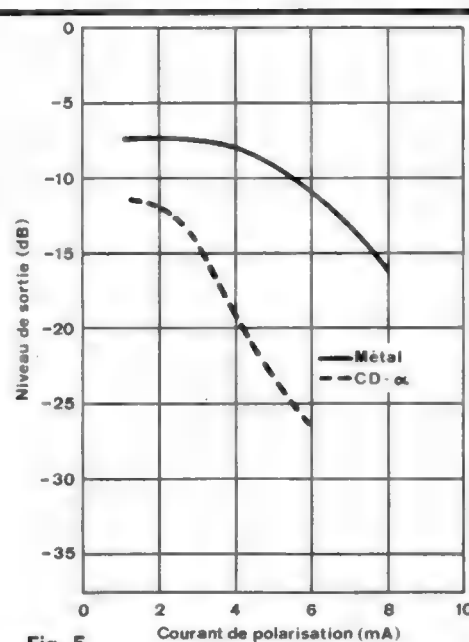

Fig. 5
■ **Niveau de sortie maximal à 10 kHz (fig. 5).** Le niveau de sortie maximal à 10 kHz de la bande métal est singulièrement amélioré par rapport à la CD-α, ceci grâce aux valeurs atteintes par  $H_c$  et  $B_r$ .